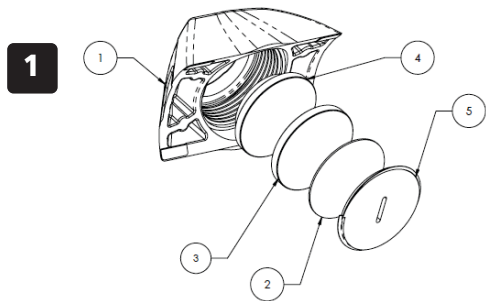

Fig. 2
Enlever la capsule fileté #5 (Fig.2) à l'aide d'un tournevis suffisamment large pour ne pas abîmer ou détériorer la capsule fileté.
1 Assembler les blocs #9 selon la Fig.2.
- i** Installer la capsule fileté #5 (Fig.2) à l'aide d'un tournevis suffisamment large pour ne pas l'abîmer ou la détériorer. Appliquer un couple de serrage de 13 à 35 lb-po. (1,5 à 4 Nm).